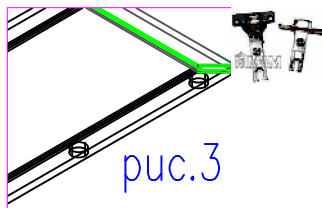

рис.3
3. На посадочные места дет.14,15 установить петли Ф №15,16 (рис.3)
9. В посадочные места дет.1,2,5,6 установить полкодержатели Ф №5(.рис.3). Установить полки дет.9